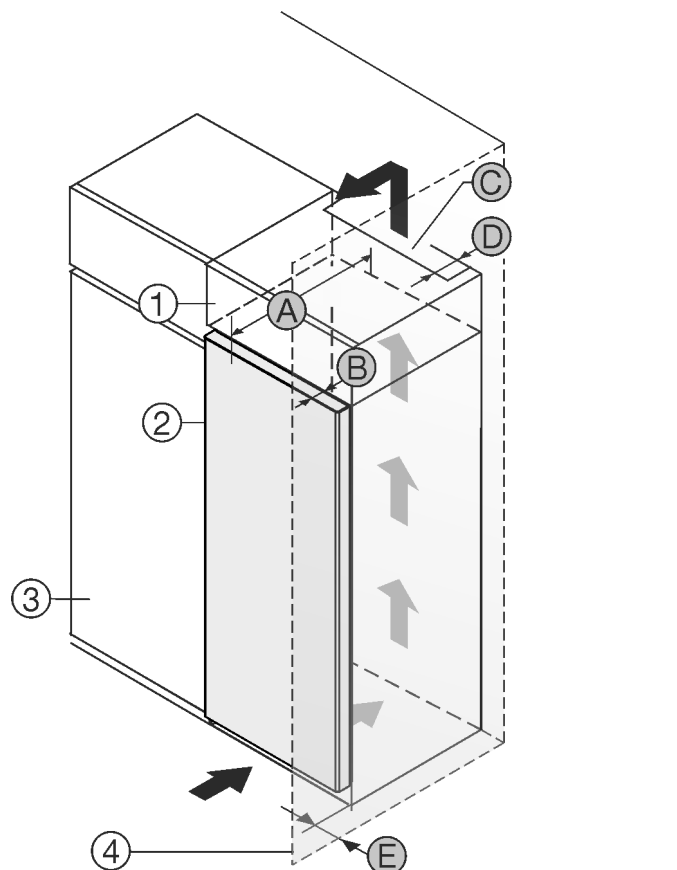

Fig. 1
- (1) Överskåp *
- (2) Apparät *
- (3) Köksskåp *
- (4) Vägg *
- (A) Apparatsens djup *
- (B) Dörrens djup *
- (C) Ventilationsarea *
- (D) Avstånd, skåpets baksida *
- (E) Avstånd, skåpets sida *
Du kan ställa apparaten direkt bredvid köksskåpet Fig. 1 (3).
Bakom överskåpet måste det finnas en luftspalt med djupet Fig. 1 (D) längs hela överskåpets bredd.*
Under taket måste angiven ventilationsprofil Fig. 1 (C) följas.*
Om du placerar apparaten med gångjärnen bredvid en vägg Fig. 1 (4) måste avståndet mellan apparaten och väggen vara minst 13 mm.*
För att dörren ska kunna öppnas helt måste apparaten sticka ut från köksskåpets front med samma mått som dörrens djup Fig. 1 (B). Beroende på köksskåpens Fig. 1 (3) djup och om väggavståndshållare används kan skåpet skjuta ut ännu mer.*